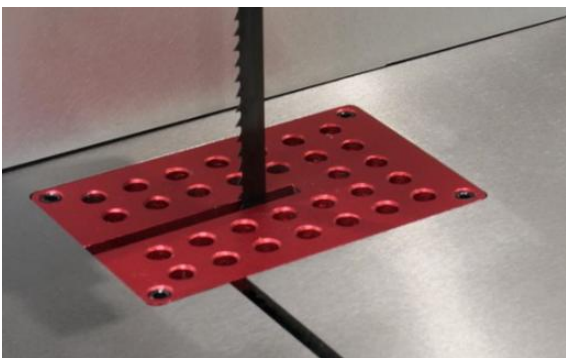

Abb. 23
6. Setzen Sie die Kehlplatte wieder ein, wobei der Schlitz zur Vorderseite der Säge zeigen muss (Abb. 23).